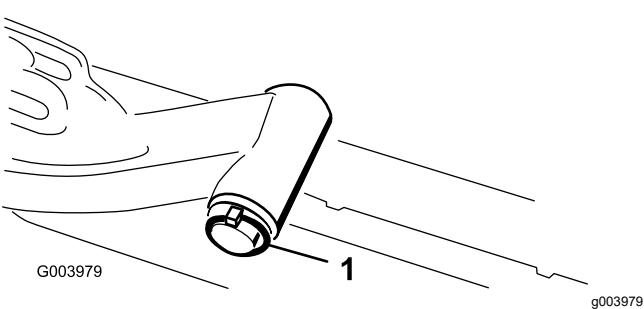

**Figura 12**
- Sujete la cadena del brazo de elevación al soporte de la cadena con el pasador de seguridad (Figura 12).